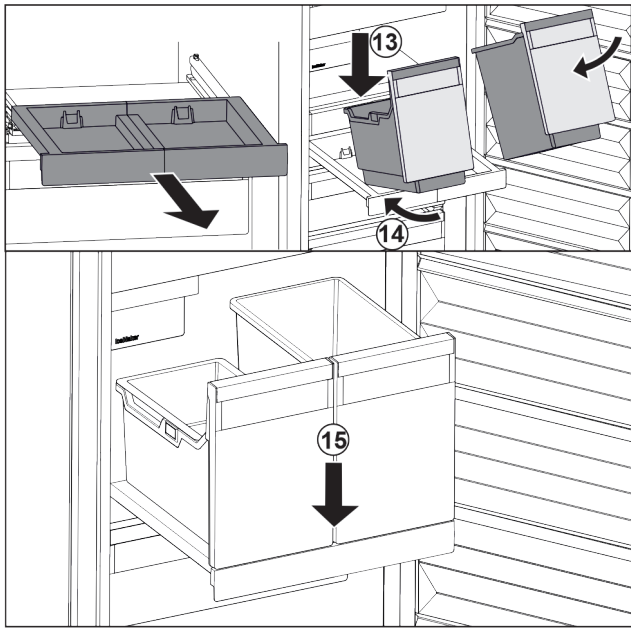

Fig. 110
- ▶ Aseta säiliö vinosti vetotasolle. Fig. 110 (13)
- ▶ Työnnä säiliötä vinosti taaksepäin. Fig. 110 (14)
- ▶ Laske säiliö edestä alas. Fig. 110 (15)